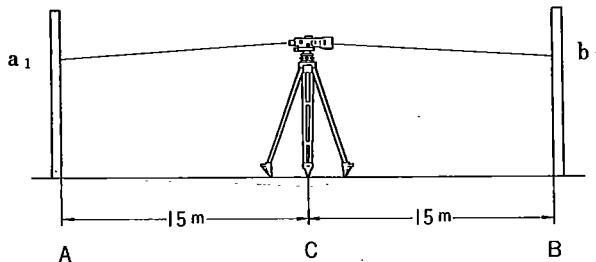

図25
- (1) 30m程離れた点A、Bに標尺を立てます。A、Bの中央Cにレベルを据え付けます。
- (2) まず後視してA点の標尺を読定し(a₁)、次に前視してB点の標尺を読定(b₁)します。(図25)